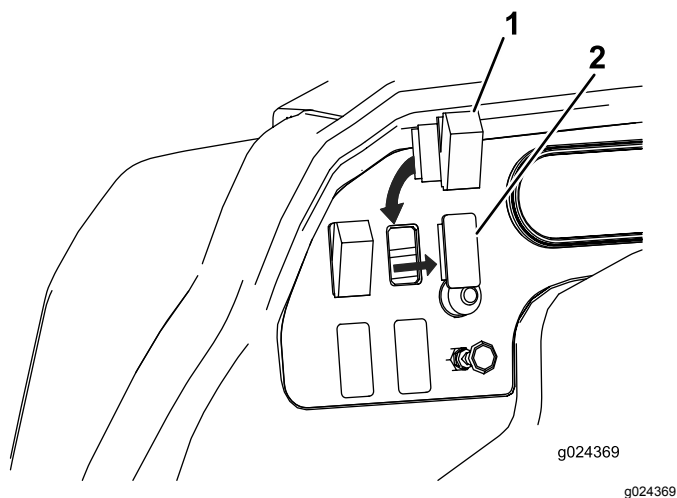
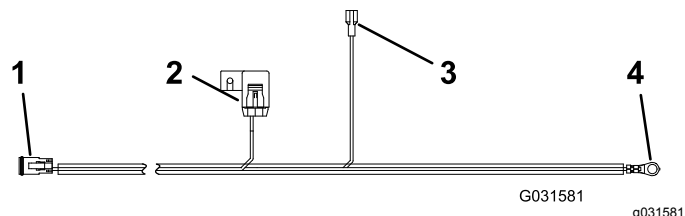

Figura 2
Figura 4
1. Encaminhe a cablagem do interruptor indicada na Figura 4 ao longo do veículo, iniciando na **frente**, ao longo da cablagem existente.
2. Insira o interruptor, com a parte arredondada para cima, no furo do painel de instrumentos e ligue a cablagem ao interruptor (Figura 2 e Figura 4).
1. Ligue o conector do bloco de fusíveis (Figura 4) ao bloco de fusíveis do veículo e instale um fusível de 15 A.